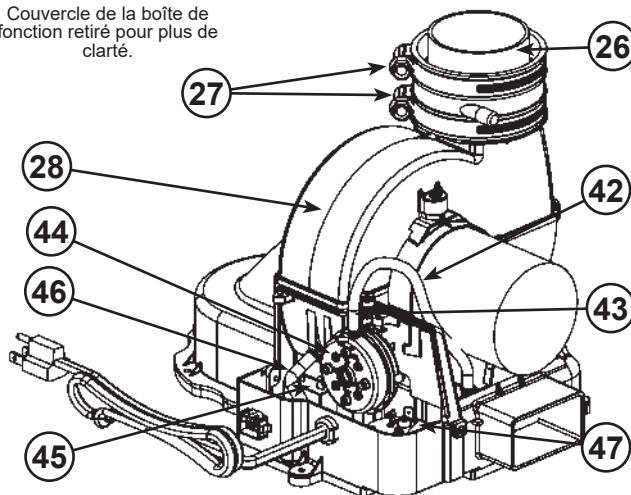

Figure 53.
- 26 ****Accouplement en caoutchouc (voir Figure 5) (voir aussi Figure 53)
- 27 Collier de serrage (voir Figure 5) (voir aussi Figure 53)
- 28 ***Soufflerie et cordon d'alimentation (voir Figure 5) (voir aussi Figure 53)
- 42 Tube d'air (apport) (voir Figure 5) (voir aussi Figure 53)
- 43 Limiteur de température, soufflerie (voir Figure 5) (voir Figure 53)
- 44 Pressostat apport d'air (NF) (dans boîtier) (voir Figure 5) (voir aussi Figure 53)
- 45 Condensateur (voir Figure 5) (voir aussi Figure 53)
- 46 Tube d'air (évacuation) (voir Figure 5) (voir aussi Figure 53)
- 47 Pressostat évacuation (NO) (dans boîtier) (voir Figure 5) (voir aussi Figure 53)